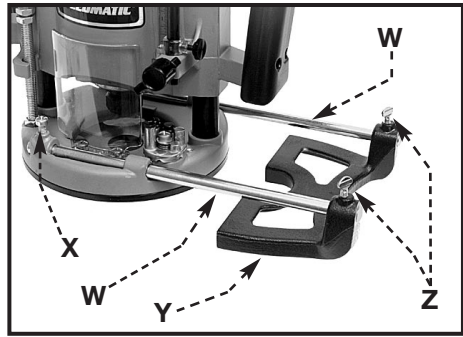

Fig. 14
Para montarla, introduzca los extremos de ranura de las varillas de guía (W) en los agujeros de la base, Fig. 14 y sujételas con los dos tornillos (X).
(TOME NOTA: Estos tornillos deben engancharse en la ranura de las varillas de guía.) Deslice la guía (Y) Fig. 14, sobre las varillas y ajústela a la posición deseada. Sujétela con los dos tornillos manuales (Z).